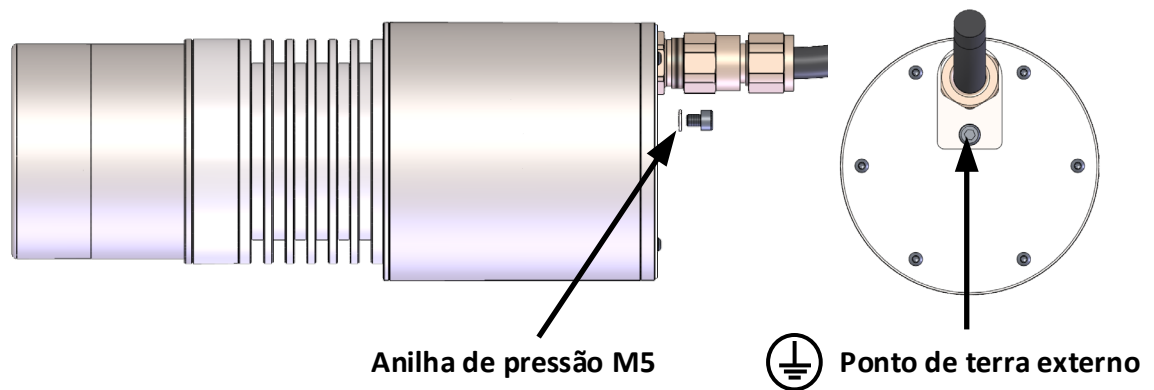

Figura 4: Ponto de terra externo
| Figura 4: Ponto de terra externo ..... | 14 |
- Certifique-se de que o sensor, os componentes de montagem e o alojamento estão ligados à terra de forma adequada. O sensor tem de estar ligado à terra utilizando um condutor de cabo  $\geq 4 \text{ mm}^2$  (11 AWG). A anilha de pressão M5 fornecida tem de ser utilizada ao ligar o cabo de terra (Figura 4).